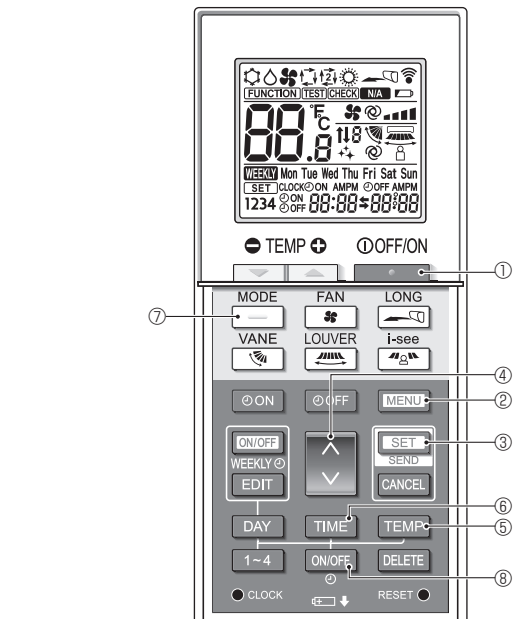

Fig. 7-9
- Відобразиться екран налаштування функцій, а функція **A** блиматиме. (Fig. 7-9)